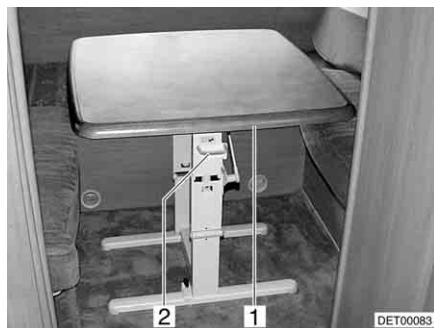

Fig. 35 Tavolo orientabile della dinette a U
- Spingere la maniglia (Fig. 35,2) verso l'alto.
- Ruotare il piano del tavolo (Fig. 35,1) formando un arco verso il basso finché la maniglia non si innesta.